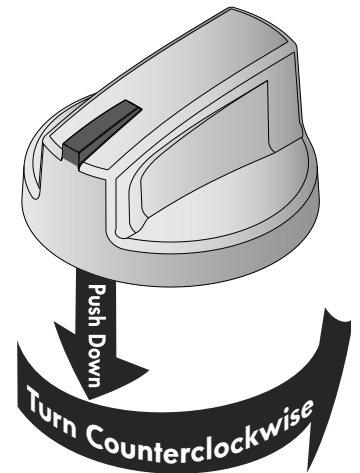

Figure 2
2. Appuyez sur le bouton de commande et tournez-le dans le sens inverse des aiguilles d'une montre en dehors de la position OFF (figure 2 et 3).